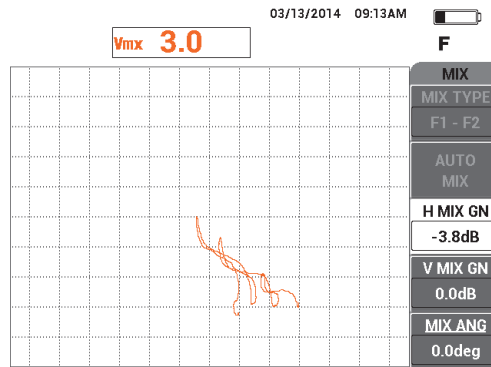

図 5-108 H MIX ゲイン値の調整
19. 3 つの腐食欠陥をスキャンしてからフリーズキーを押します (F)。
20. 基本フィルタメニューキー (F) を 2 回押し、2 つの水平区分間に信号のベースラインが収まるまで **VMIX ゲイン** (C キー) を下げます (206 ページの図 5-108 を参照)。